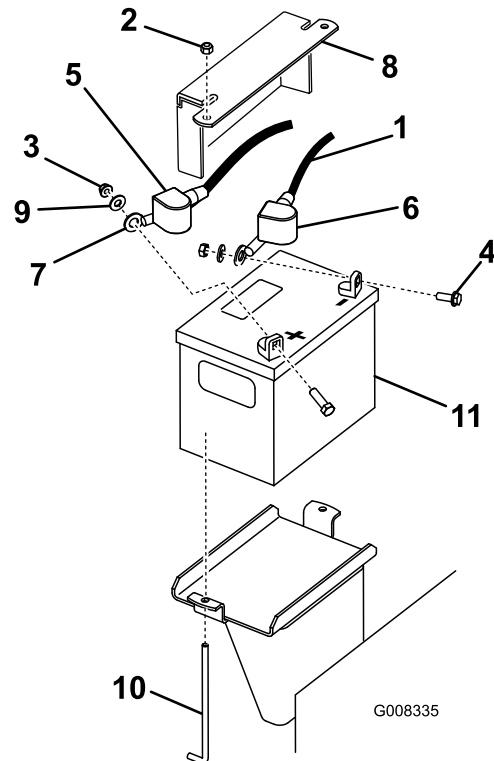

Figura 38
3. Levante la cubierta de goma negra del cable negativo. Desconecte el cable negativo del borne negativo (-) de la batería (Figura 38).
4. Retire el protector de borne rojo del borne positivo (+) de la batería y, a continuación, retire el cable positivo (rojo) (Figura 38).
5. Retire la pletina de sujeción, los pernos en J y las contratueras que sujetan la batería (Figura 38) y retire esta última.
1. Usando las fijaciones que retiró anteriormente, conecte el cable positivo (rojo) al borne positivo (+) de la batería (Figura 38).
3. Usando las fijaciones que retiró anteriormente, conecte el cable negativo (negro) al borne negativo (-) de la batería (Figura 38).
4. Sujete la batería con la barra y las tuercas de orejeta (Figura 38).